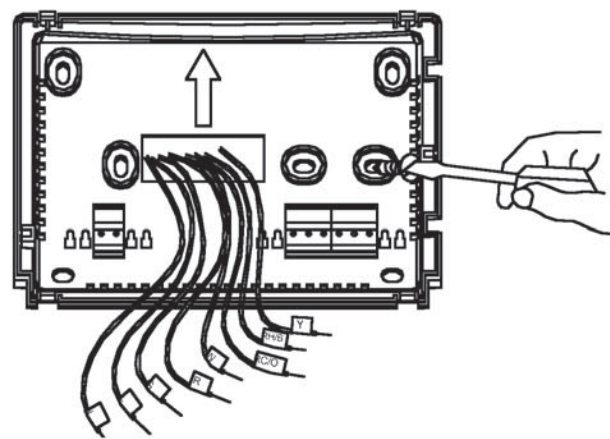

Figura 3
- Vuelva a colocar la placa de pared pasando los conductores a través del agujero grande. Inserte los tornillos de montaje provistos en los insertos de la pared y apriételes. Ver Figura 3.